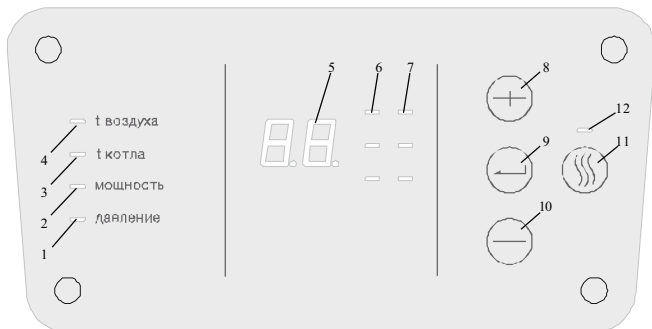

Рисунок 3. Панель индикации и управления
Заднюю панель (1); входной комбинированный патрубок (2) (через который теплоноситель поступает в прибор), имеющий как наружную резьбу G3/4, так и возможность подсоединения пайкой медной трубой с наружным диаметром 20 мм; циркуляционный насос (3), приводящий в движение теплоноситель, который проходя через трубопроводы (4), поступает в теплообменную емкость (5) в теплоизоляции, содержащую один или два блока трубчатых нагревательных элементов (блоков ТЭН) (6), и возвращается в систему через верхний выходной патрубок (7) с наружной резьбой G3/4. На задней панели установлен пневмогидроаккумулятор мембранного типа (экспанзомат) (8), служащий для компенсации объёмного расширения, подсоединенный к трубопроводу перед циркуляционным насосом. Желаемая температура на выходе, контролируемая датчиком (9), а также лимит потребления электроэнергии устанавливаются на панели управления и индикации (см. рис.3). Избыточное давление в теплообменной емкости должно находиться в пределах от 0,05 МПа (при меньшем давлении работа циркуляционного насоса становится неустойчивой), до 0,29 МПа. Оно контролируется датчиком давления (10). Независимая от микроконтроллера и охлаждаемых полупроводниковых элементов защита представлена самовозвратным термовыключателем (11), включенным в цепь катушки контактора (12), через основные контакты которого проходят токи питания ТЭНов (через силовые платы (13), осуществляющие непосредственную подачу напряжения на ТЭНы). Полупроводниковые элементы на силовых платах охлаждаются теплоносителем при прохождении через трубопроводы (4). Установочная панель (14) закреплена над экспанзоматом, на кронштейнах задней панели. На установочной панели также расположены: плата центральная (15), которая управляет всеми элементами системы, исполняет алгоритмы управления мощностью котла и содержит в энергонезависимой памяти необходимые настройки работы котла;
- все три индикатора ограничения мощности (7) (рис.3) — светятся (ограничения мощности нет);
- все три индикатора потребляемой мощности (6) (рис.3) — не светятся (уровень потребляемой мощности — 0%);